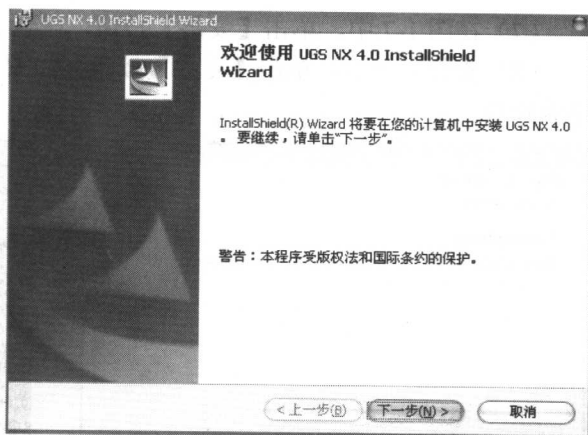

图 1-11 确定安装程序对话框
(11) 如图 1-11 所示，单击【下一步】按钮，确定安装程序。